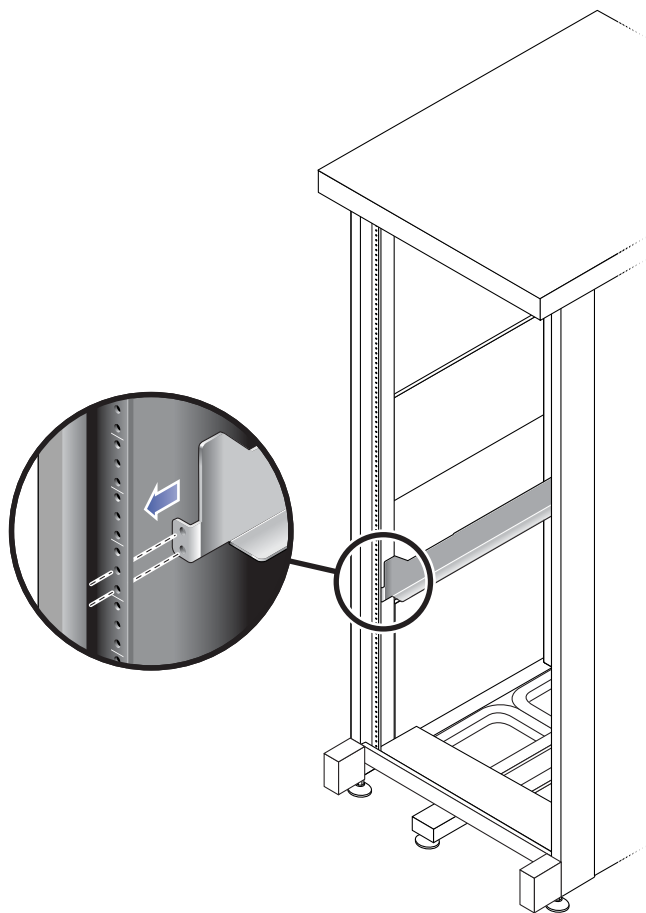

図 2-6 左側正面キャビネットレールの背後にある左側レールの正面の位置
- a. 正面キャビネットレールのすぐ内側にレール前部を取り付けます (図 2-6)。